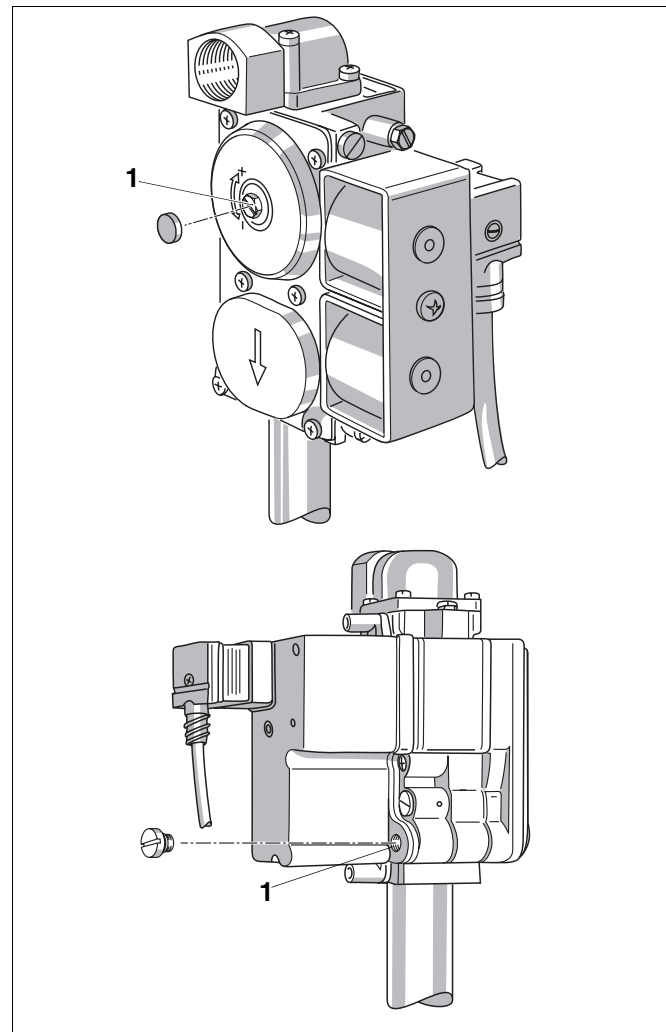

Abb. 59 Gasarmatur „SIT“ 830 Tandem
- Schutzkappe bzw. -schraube (evtl. versiegelt) über der Einstellschraube für Düsendruck entfernen (Abb. 59, **Pos. 1**, oben).
Korrigieren Sie den Düsendruck durch Drehen der Einstellschraube in Plus- oder Minus-Richtung (Abb. 59, **Pos. 1**, unten).